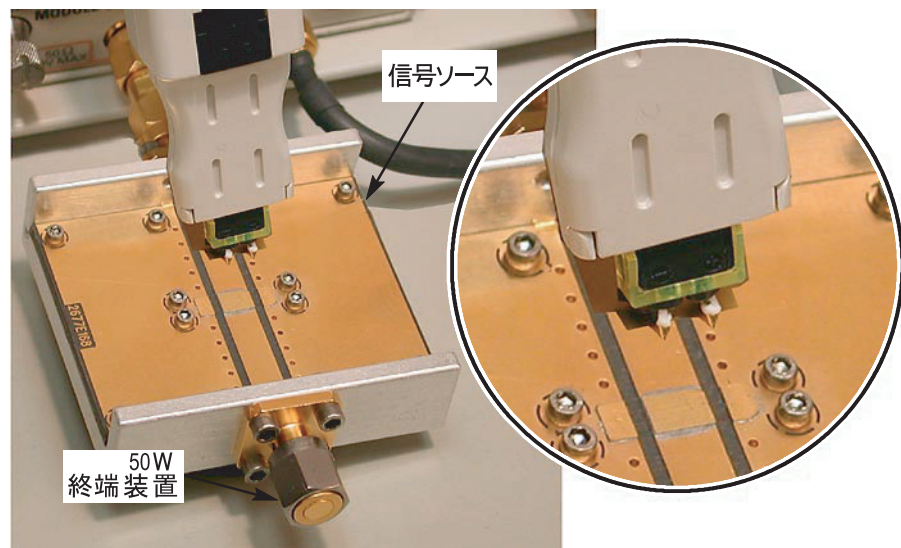

図 15 : ハンドヘルド・アダプタと校正アダプタ
14. 36 ページの図 15 に従って、プローブ入力をプローブ校正アダプタに接続します。TDR 機能がまだアクティブであることを確認します。